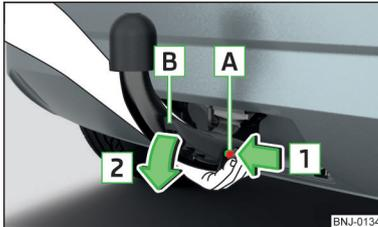

Fig. 160
- Agarre la barra de cabeza esférica **desde abajo** » fig. 160.